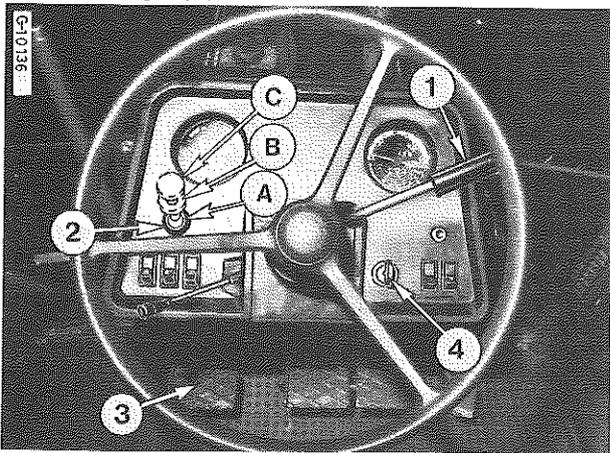

Figure 16
1 - Placez l'accélérateur à main (1) Fig. 16 en position de régime maxi à vide.
4 - Tournez le commutateur principal (4) à la position (3) Fig. 7 pour actionner le démarreur. Dès que le moteur démarre, relâchez le commutateur. Poussez la commande de démarrage (2) Fig. 16 à la position (A).
Pour démarrer par temps froid (0 °C et en-dessous), tournez le commutateur (4) Fig. 16 à la position (2) Fig. 7 et maintenez-le ainsi pendant 60 secondes, puis tournez-le à la position (3). Si le moteur ne démarre pas dans les 20 secondes qui suivent, actionnez le préchauffage pendant 30 secondes de plus et tentez à nouveau de démarrer. Si le moteur ne démarre toujours pas, consultez le chapitre « Recherche des pannes ».
- 3 - Tirez complètement la commande d'arrêt (2) Fig. 16, pour arrêter le moteur.
- 5 - Poussez la commande d'arrêt (2) à la position (A).